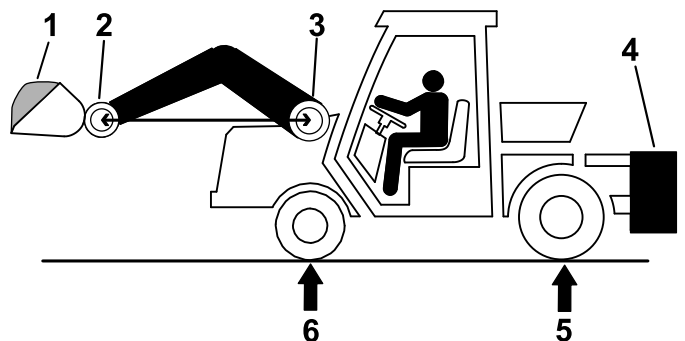

Figura 32
1. Collocate un pieno carico nella benna, sollevatela alla posizione più avanti, come illustrato nella Figura 32.
2. In scala, misurate il peso lordo del veicolo (GVW) a livello dell'assale anteriore e posteriore, con il caricatore sollevato in modo che il perno di articolazione della benna sia alto quanto il perno di articolazione della barra (Figura 32).
Nota: Se R è inferiore al peso dell'assale posteriore richiesto (RRAW), non è necessaria alcuna zavorra (Figura 32).